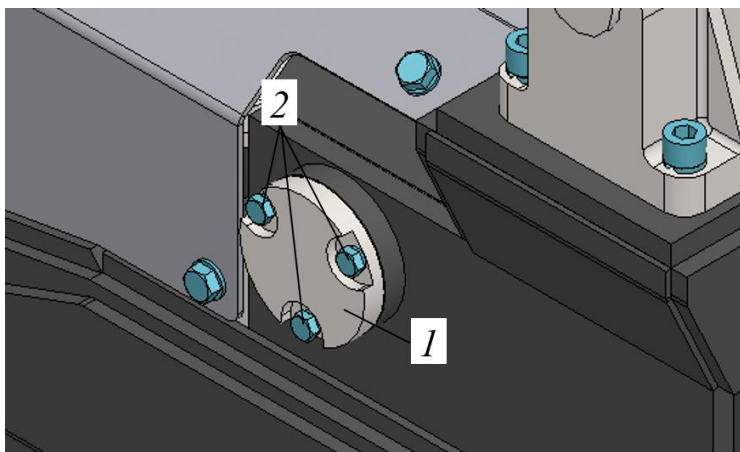

Рисунок 5.75. Крышка на раме гусеничной тележки
- ▶ Очистить защитную крышку 1 и прилегающую к крышке область от загрязнений, рис. 5.75.
- ▶ Открутить 3 винта крепления крышки 2, рис. 5.75.
- ▶ Установить защитную крышку 1, завернуть крепежные винты 2, рис. 5.75.